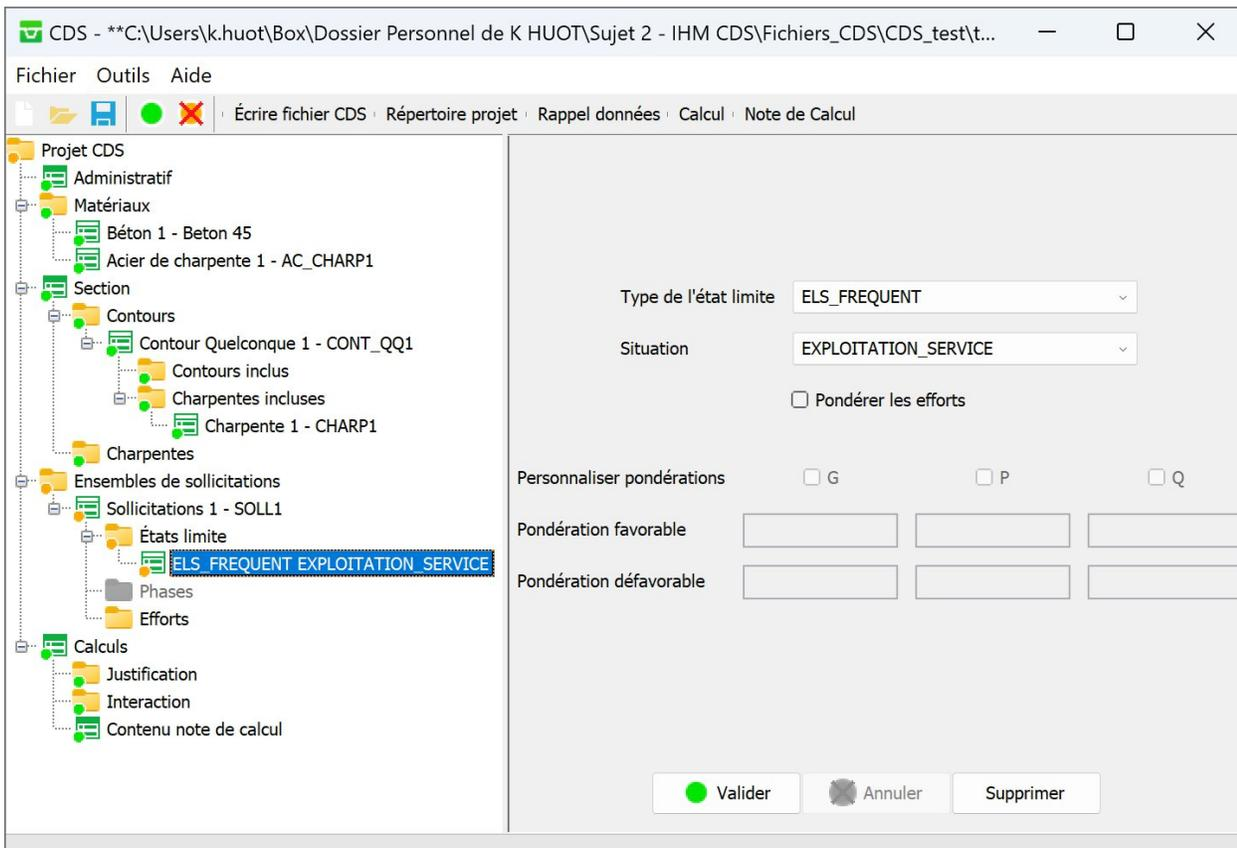
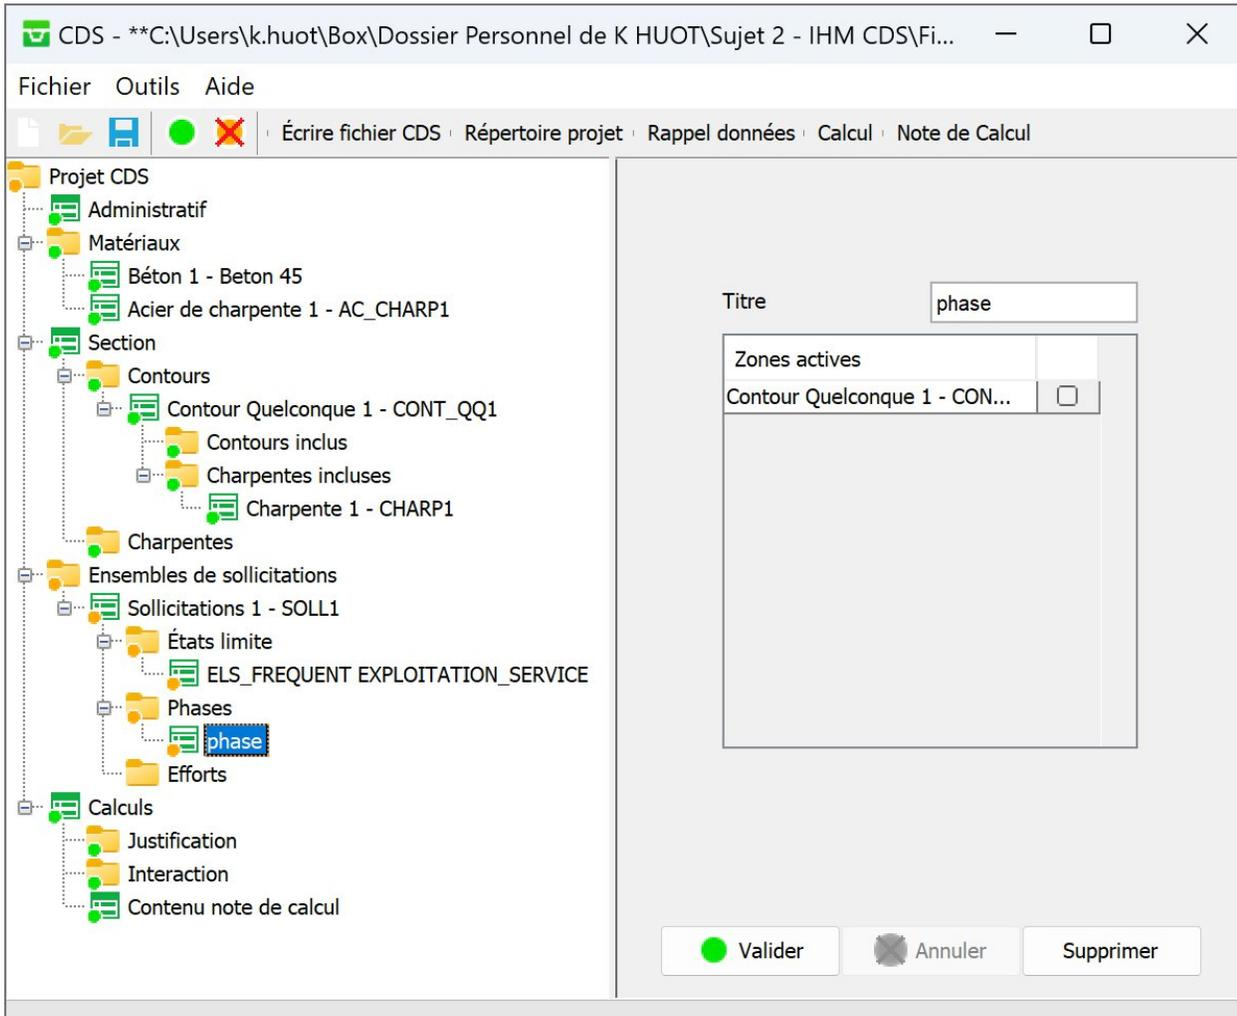

Figure 43 – Panneau État limite avec pondérations
Figure 44 – Panneau Phase
L'utilisateur peut définir des coefficients de pondération à appliquer aux efforts définis comme « à pondérer » (cf. 3.4.4.3, et/ou **PONDERATIONS**) dans l'ensemble de sollicitations. Dans la Figure 43 les pondérations par défaut sont utilisées pour les charges permanentes (G) et d'exploitation (Q), et des coefficient personnalisés sont appliqués pour les efforts de précontrainte (P).
Pour définir des phases (**PHASE**), l'ensemble de sollicitation doit tout d'abord être déclaré phasé (cocher « Est phasée ? » dans le panneau « Sollicitations », cf. Figure 43). Cela active le dossier « Phases » dans l'arborescence, puis il suffit de créer des phases avec un clic droit. Comme le montre la Figure 44, une phase dans CDS vient « activer » certains contours. Cela permet par la suite d'appliquer un effort uniquement sur certaines « zones » de la section (cf. 3.4.4.3).